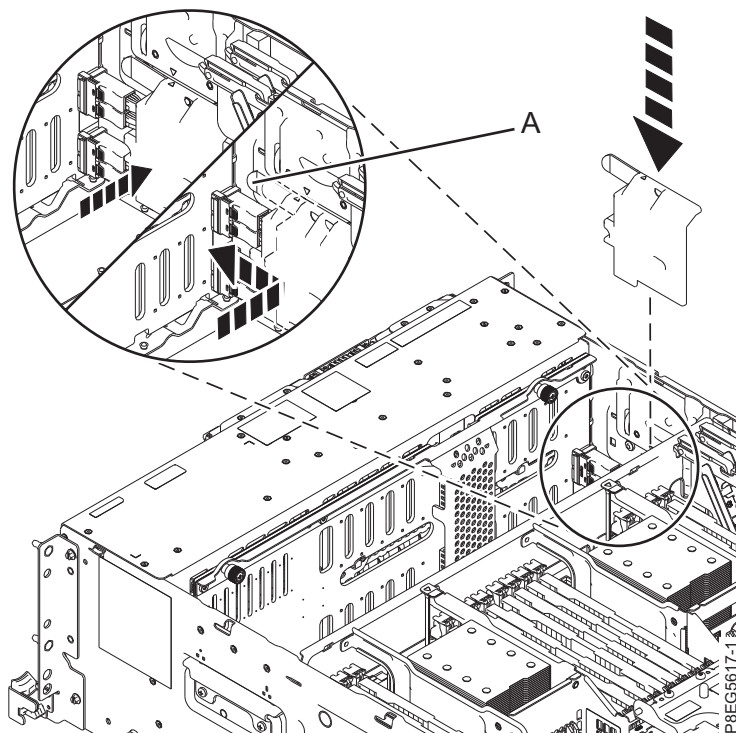

Figura 21. Recolocando a tampa do cabo SAS
7. Recoloque a tampa do cabo SAS. Coloque os slots de tampa nos pinos da lateral do chassi. O símbolo de triângulo na tampa do cabo SAS se alinha com o símbolo de triângulo na lateral do chassi quando os slots de tampa e os pinos estão alinhados corretamente. Empurre a tampa para frente em direção à parte frontal do sistema até que a alça (A) trave no lugar. Veja a Figura 21 na página 21.